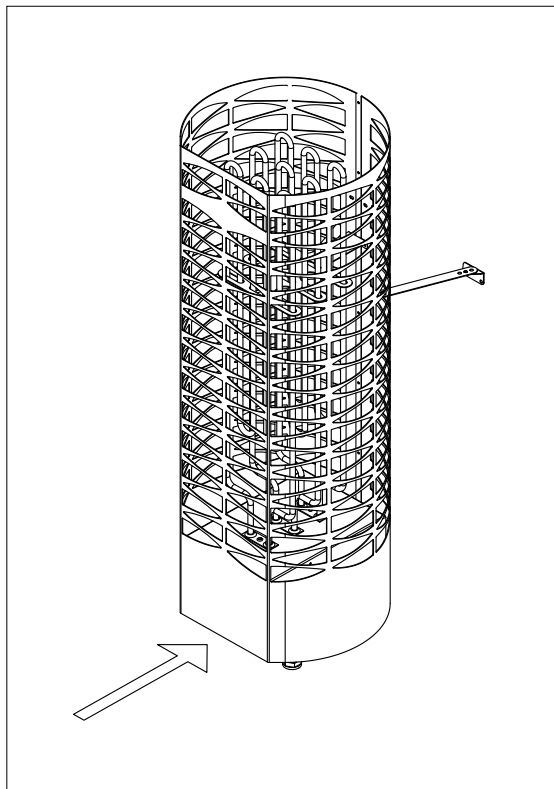

Bild 7. Huvudbrytarens plats
10. Kontrollera att bastuaggregatets huvudbrytare (I/O) är i läge O. Se bild 7